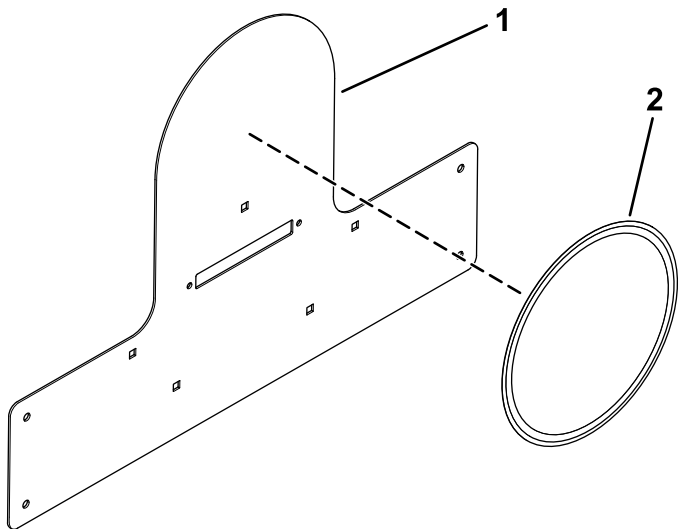

Figura 25
5. Aplique o autocolante de velocidade adequado na montagem da placa de velocidade (Figura 25).